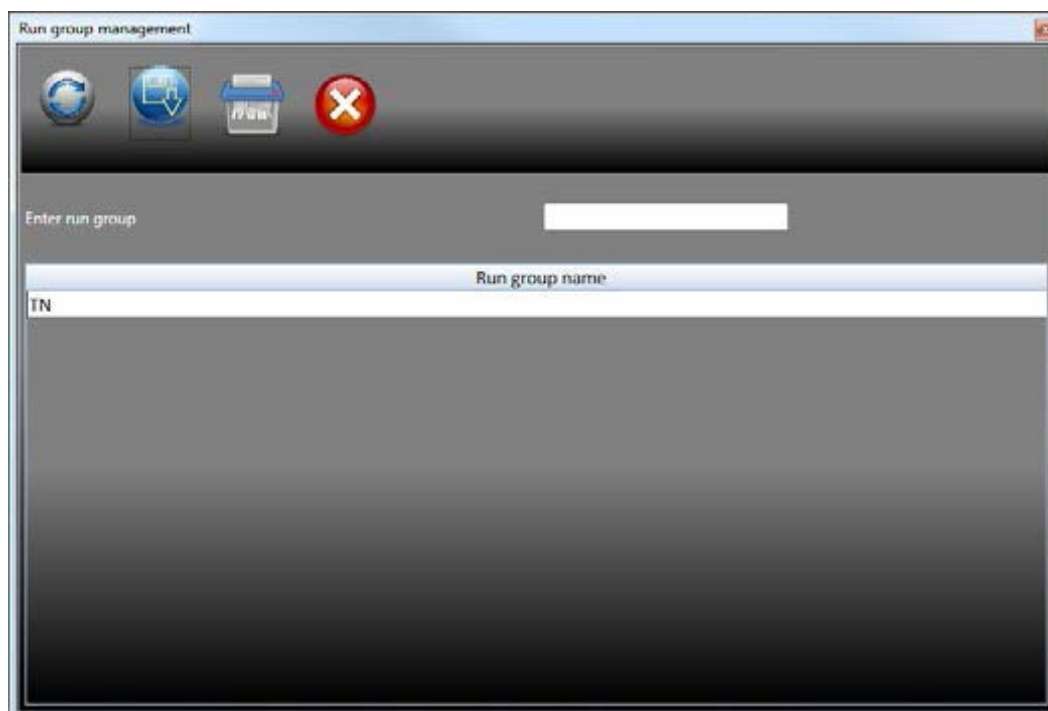

Figure 7-4
2. 在显示的屏幕上输入一个新的运行组名称，然后按保存，新的运行组将显示（见图7-4）。